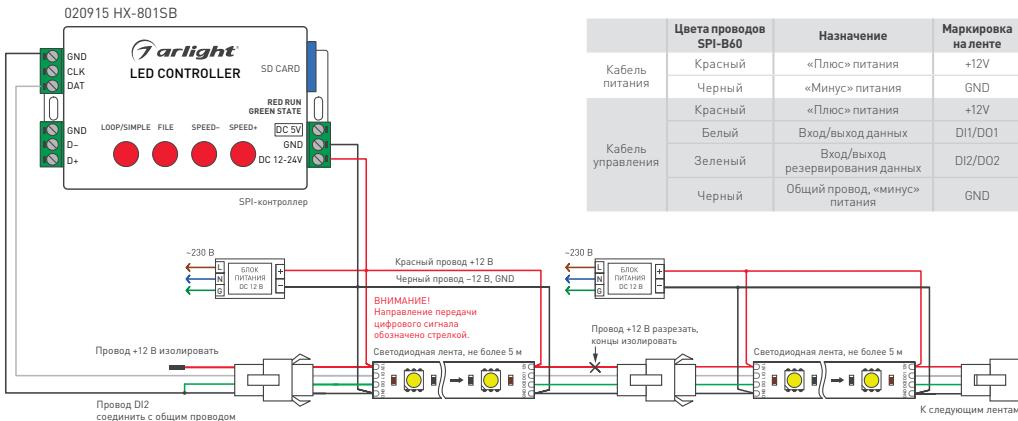

Рис. 1. Схема подключения ленты с использованием SPI-контроллера с одним выходным портом и использованием разделенных блоков питания
- Подключите ленту в соответствии со схемой (рис. 1). Соблюдайте полярность подключения и направление передачи сигнала (вход/выход). Обращайте внимание на маркировку, нанесенную на печатную плату и на цвета соединительных проводов.
- ↗ Подключите ленту согласно схеме (рисунок 1).